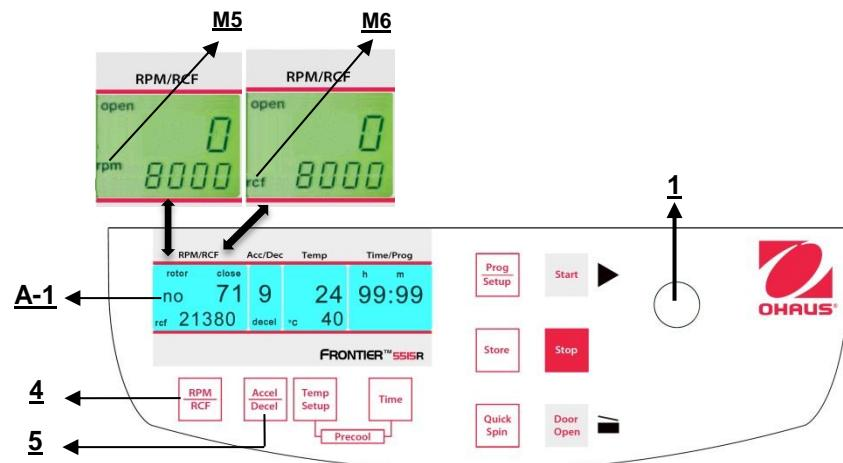

Figura 16
Questa preselezione è attivata mediante il tasto "RPM | RCF" (4) (fare riferimento alla figura 16 qui di seguito). Premendo una volta il tasto, la parola "rpm" (M5) lampeggi. Premendo due volte il tasto, è possibile selezionare la preselezione delle forze centrifughe. Poi compare la parola "rcf" (M6) lampeggiante. È possibile impostare i valori desiderati mediante la manopola di regolazione (1). Nel display (A-1), il valore regolato è visualizzato in permanenza, prima, durante e dopo il funzionamento.